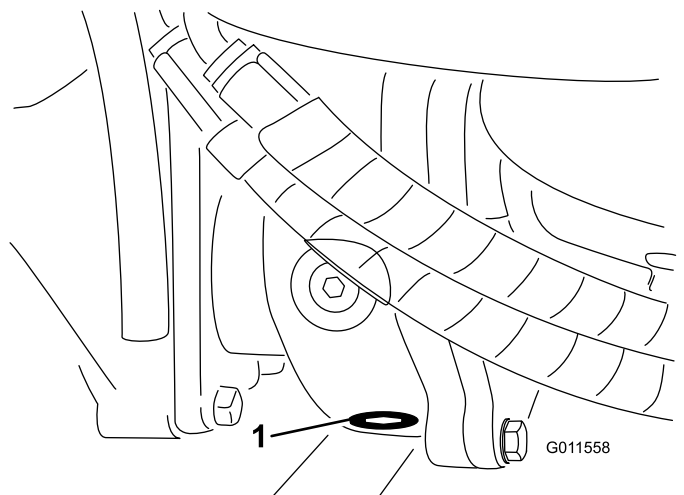

Figura 71
5. Pulite l'area circostante il tappo di spurgo sul fondo della scatola degli ingranaggi (Figura 71).